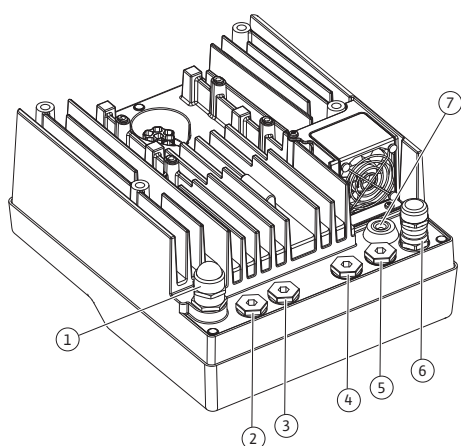

Fig. 19: Navojni priključci kabela/kablovski uvodnici
4. Priključni kabl treba sprovesti kroz navojni priključak kabla M25 (Fig. 19, poz. 1). Navojni priključak kabla zategnuti zadatim obrtnim momentom.